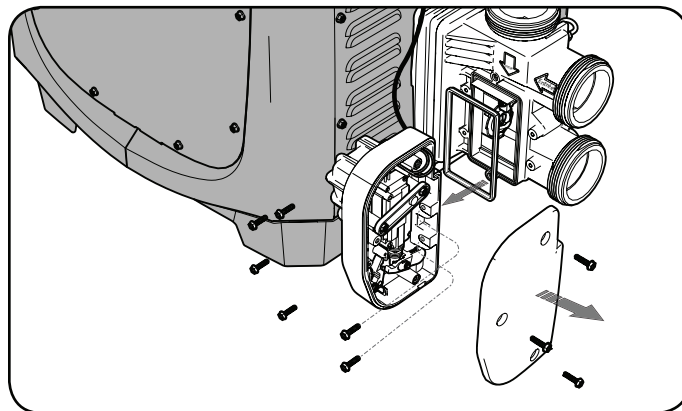

Figure 10. Retirer l'assemblage VersaFlo
- a. Commencez à visser à la main les deux vis à l'intérieur du boîtier de dérivation (voir Figure 10).